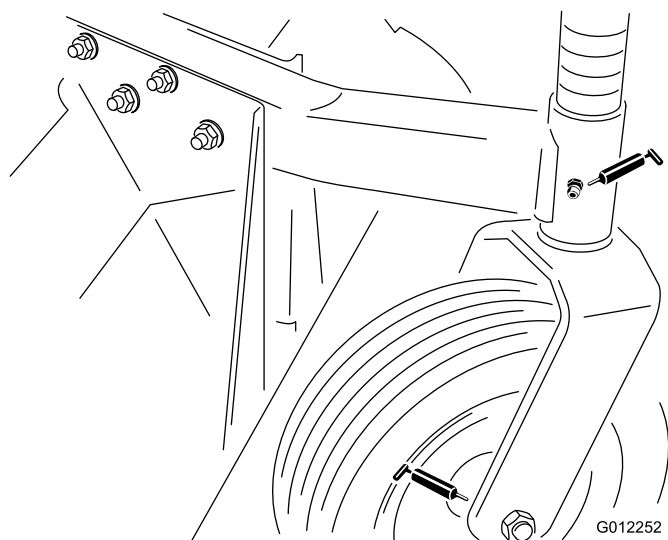

Figura 17
- Casquilhos do eixo da roda giratória - 1 cada (Figura 17)
- Rolamentos da roda giratória - 1 cada (Figura 17)